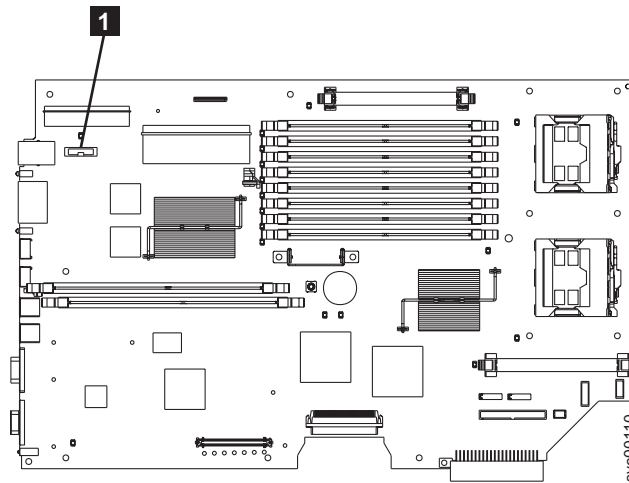

図 110. SAN ボリューム・コントローラー 2145-8F2 または SAN ボリューム・コントローラー 2145-8F4 上の CMOS バッテリーの位置
5. バッテリー **1** をシステム・ボード上で見つけます。図 110 には、このバッテリーのロケーションを記載してあります。